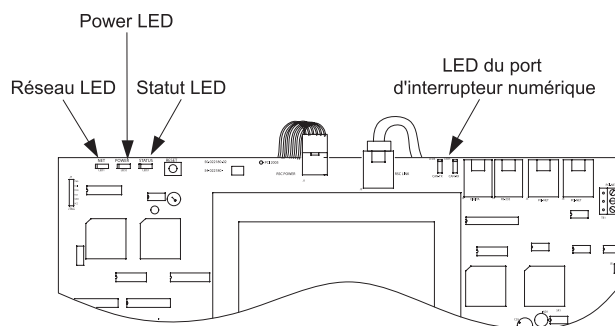

Figure 12. Indicateurs de statut DEL CKT
Il y a trois (3) systèmes de statut DEL qui se trouvent dans le coin supérieur gauche du ControlKeeper T. Il existe deux DEL supplémentaires dans la partie centrale supérieure du tableau qui diagnostiquent les communications de l'interrupteur numérique. Consultez la Figure 12 pour connaître l'emplacement de ces statuts DEL. Ces statuts DEL indiquent le bon fonctionnement et les problèmes potentiels liés au ControlKeeper T. Un fonctionnement normal comprend les statuts DEL suivants: